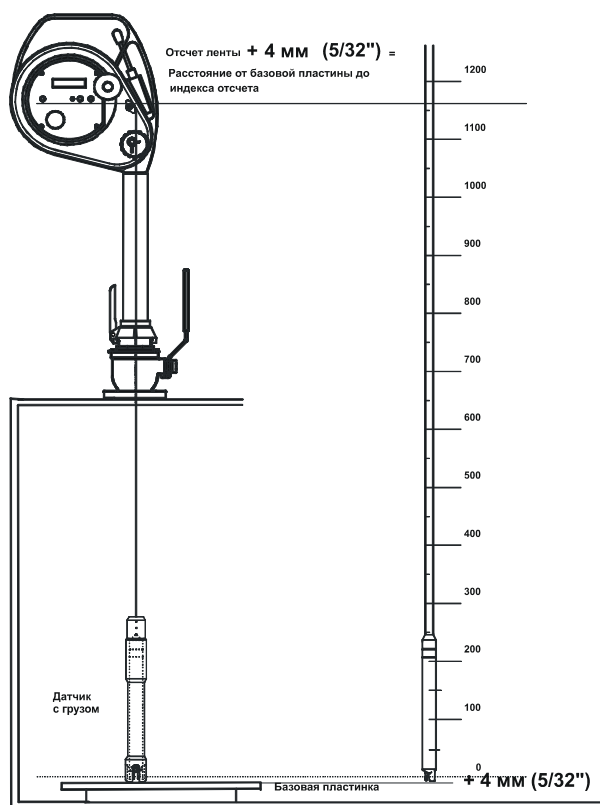

Рисунок 9-9
- Когда чувствительный датчик достигнет заглубленной / базовой плиты, индекс отсчета покажет расстояние. См. Рисунок 9-9. Точное расстояние от плиты до индекса отсчета (показания + 4 мм) или (показания + 5/32") которое является относительной высотой, при условии, что уровень индекса отсчета настроен на нулевой уровень незаполненного объема танка. Если ноль незаполненного объема находится выше или ниже индекса отсчета, то необходима дополнительная